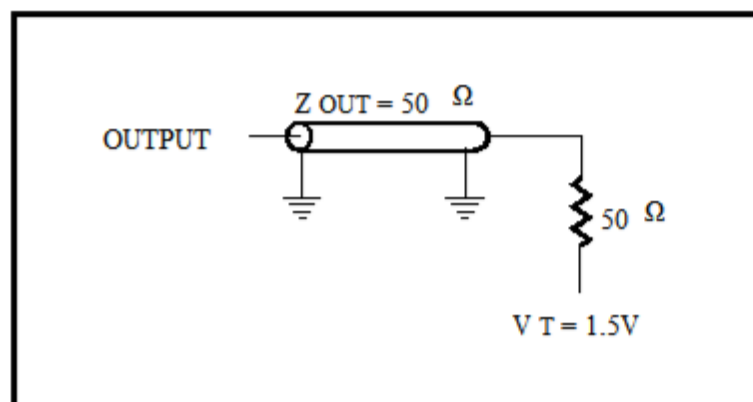

图1
输出负载在图1中指定.
2.用图1中的C2负载进行测试.转换的稳态电压为±500 mV.未经100%测试.